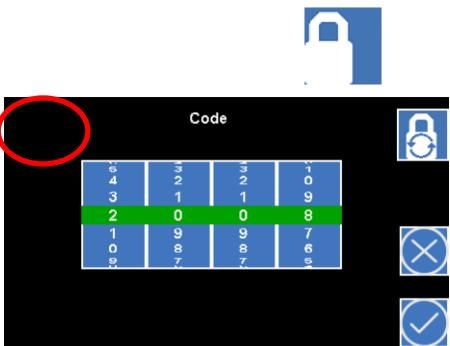

Figura 9
4. Utilice las ruedas de codificación para introducir el código 2 0 0 8 y pulse en la esquina superior izquierda de la pantalla (véase la figura 9).